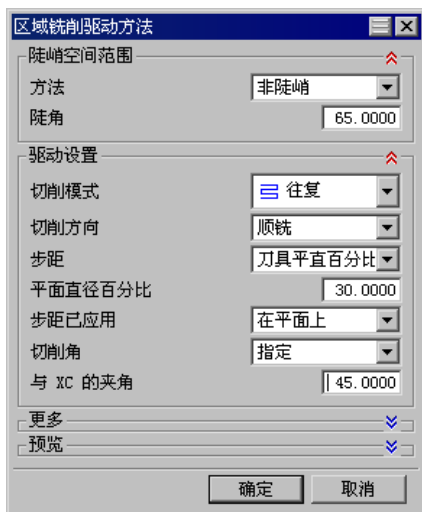

图 12.10 “区域铣削驱动方法”对话框
Step2. 在“区域铣削驱动方法”对话框中设置图 12.10 所示的参数，然后单击  按钮，系统返回到“轮廓区域非陡峭”对话框。